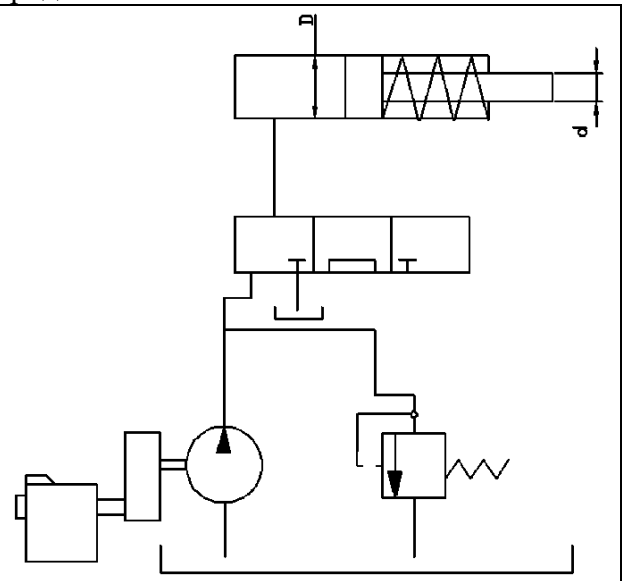

Рисунок 2
2. В объемном гидроприводе (рис. 2) приводной вал роторного насоса вращается от коленвала двигателя внутреннего сгорания через редуктор. Пределы чисел оборотов коленвала двигателя внутреннего сгорания от $n_1 = 1600$ до $n_2 = 4550$ об/мин. При частоте вращения коленвала двигателя внутреннего сгорания $n = 3000$ щб/мин насос развивает $Q_n = 9$ л/мин. Пренебрегая утечкой масла в гидроаппаратуре, определить пределы регулирования скорости движения поршня гидроцилиндра 1 диаметром $D = 200$ мм. Поршень в гидроцилиндре уплотняется резиновыми кольцами круглого сечения.